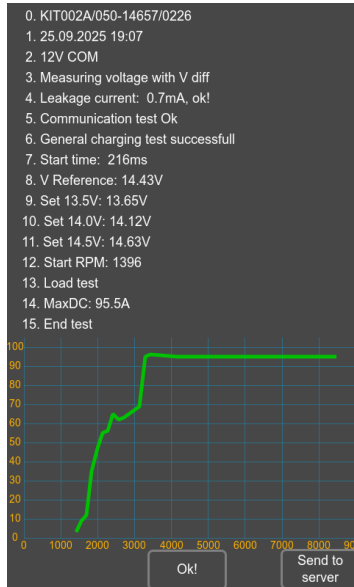

Рисунок 15
8. Після завершення всіх етапів перевірки стенд сформує звіт і виведе його на екран (див. рис. 15).